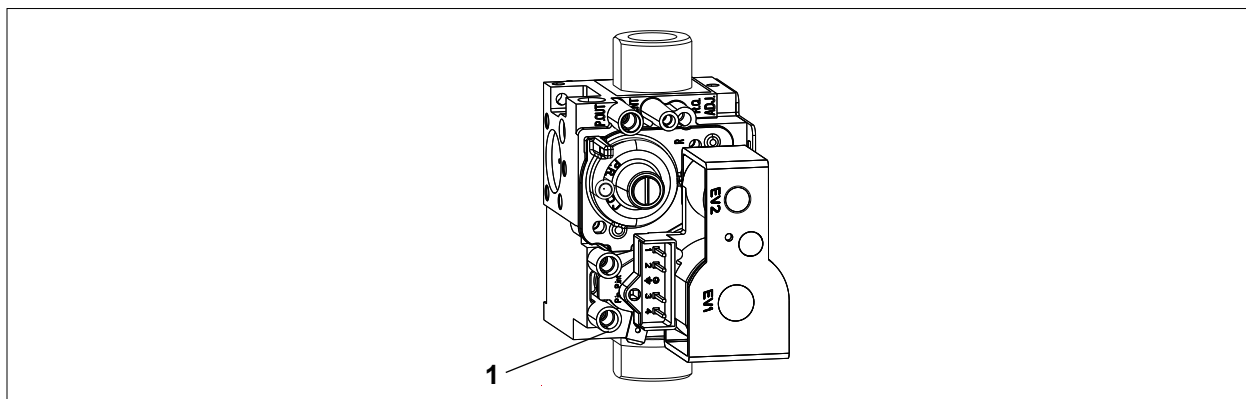

Abb. 6.1 Messnippel Gasdruck
- ▶ Verschlusschraube am Messnippel (1) (Abb. 6.1) lockern und Gaszuleitung entlüften.
- ▶ Differenzdruckmessgerät oder U-Rohr-Manometer am Messnippel (1) an „+“ anschließen. Mit „-“ gegen Atmosphäre.